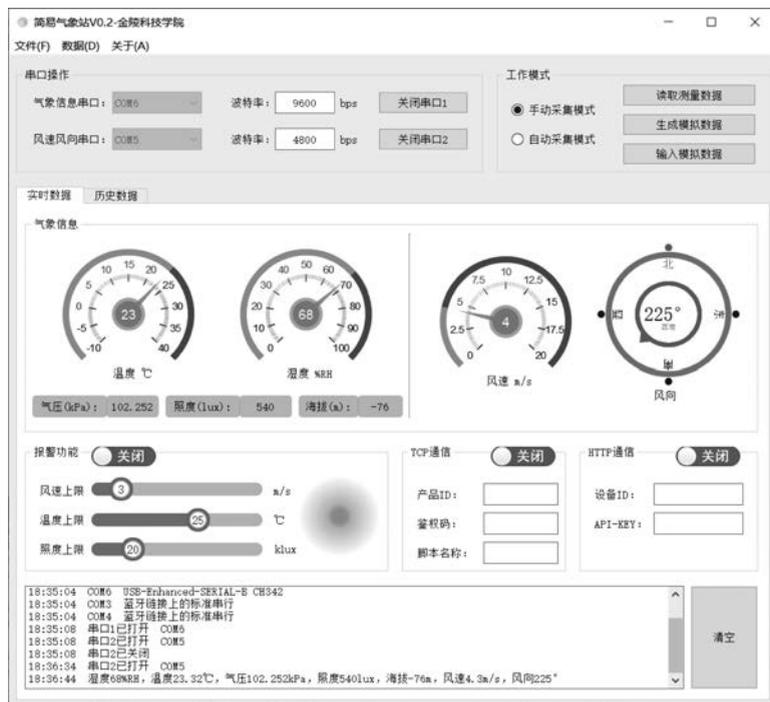

图 5.24 读取并显示一组测量数据
(2) 图 5.24 是打开串口并读取一组数据后,程序的运行结果。选择串口号并打开串口后,程序首先会在日志区域输出打开串口的结果。结果中的“已打开”代表打开成功。单击“读取测量数据”按钮后,程序会通过硬件读取数据并显示在日志区域和控件中。由于报警功能处于关闭状态,虽然风速、温度、照度等数据均超过了限值,但是程序不会报警。